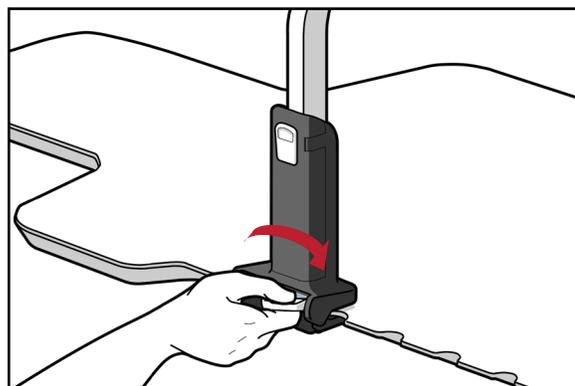

Рис. 2
4. Зафиксируйте оба зажима для моста, вращая рычаг блокировки до тех пор, пока зажимы моста не будут надежно закреплены. (Рис. 2)